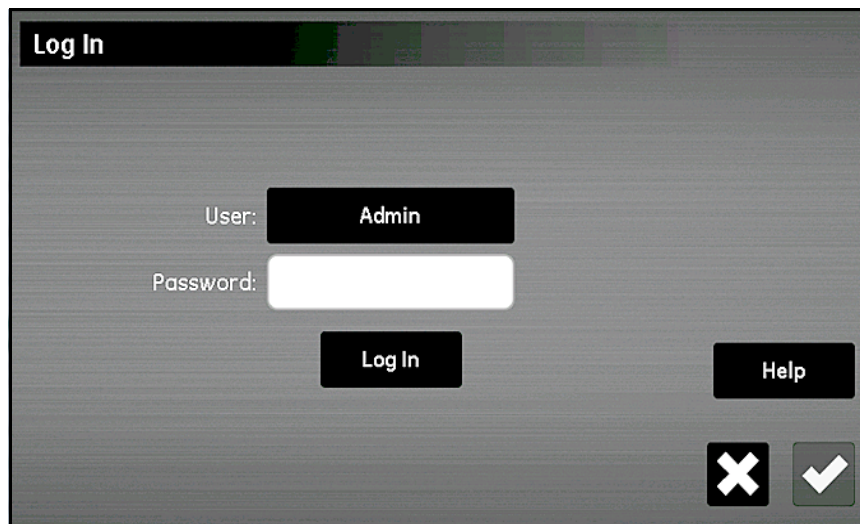

Figura 70: La schermata Accesso
Solo **Admin** è in grado di aggiungere, modificare o rimuovere gli altri account utente. Per accedere come **Admin**, selezionare **Configurazione > Gestione utenti** per aprire una schermata Accesso simile a quella nella *Figura 70*.
1. Dalla schermata *menu Configurazione* (Figura 52 a pagina 57), toccare il pulsante **Gestione utente** per aprire la schermata *Accesso* (Figura 70 a pagina 76).